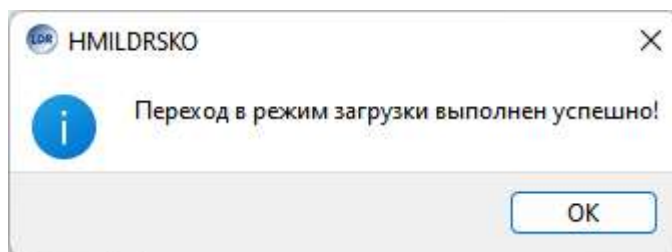

Рис. 5 Информационное сообщение
2.9. Для перевода устройства в режим обновления нажмите кнопку «Переход в режим загрузки прошивки», процесс занимает около 30 секунд, после чего будет отображено информационное окно (Рис. 5). На данном этапе выполняется очистка памяти и текущая прошивка стирается. С этого момента, возврат к штатной работе устройства возможен только после успешного завершения загрузки прошивки. Нажмите на кнопку «ОК», станет активной кнопка «Начать загрузку».